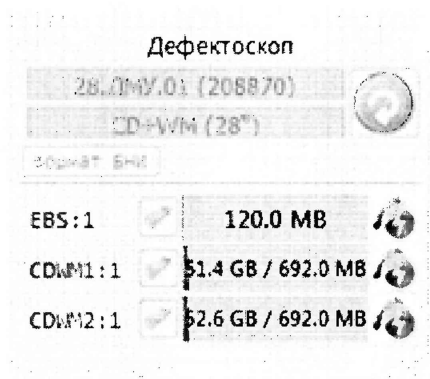

Рисунок 24 – Соединение дефектоскопа и ПО
8.4.3.10 Для соединения дефектоскопа с ПО нажмите кнопку  в поле «Дефектоскоп». В результате должны отметиться зелеными галочками все подключенные блоки (Рисунок 24).